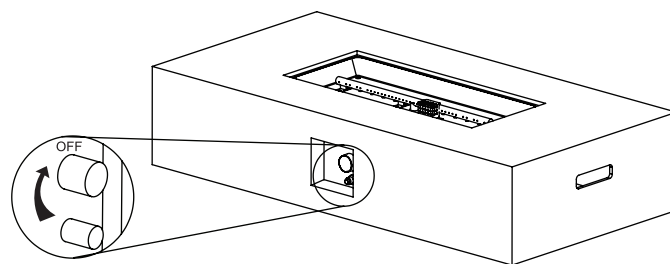

Figure 2
2. Upewnij się, że pokrętko gazu jest w pozycji "OFF" przed kontynuacją (zobacz Figure 2).